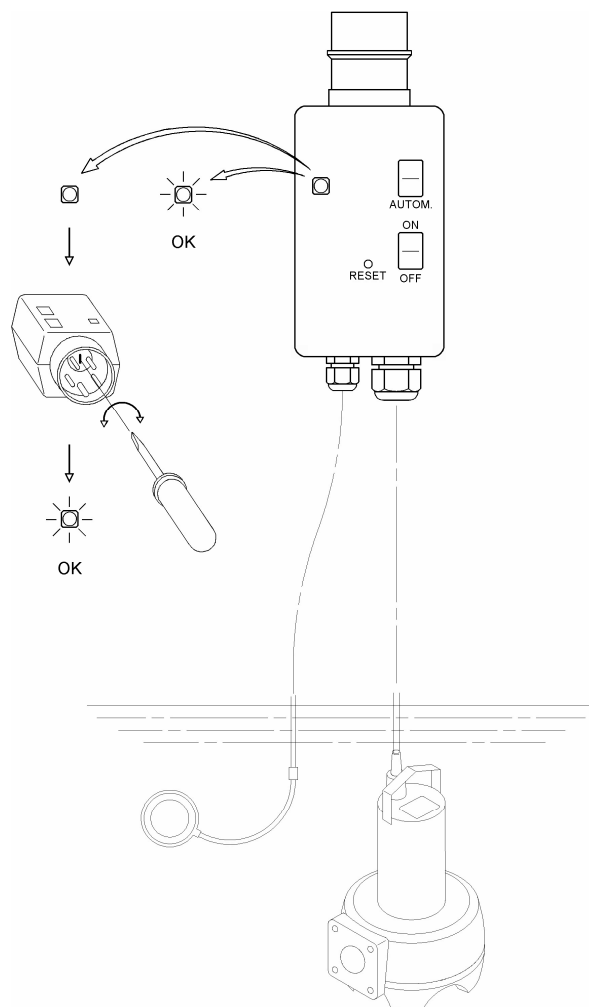

Рис. 8
- Исполнение "А" (Рисунок 8): Нажать устройство смены фаз на штекере СЕЕ подходящей отверткой и повернуть на 180°.